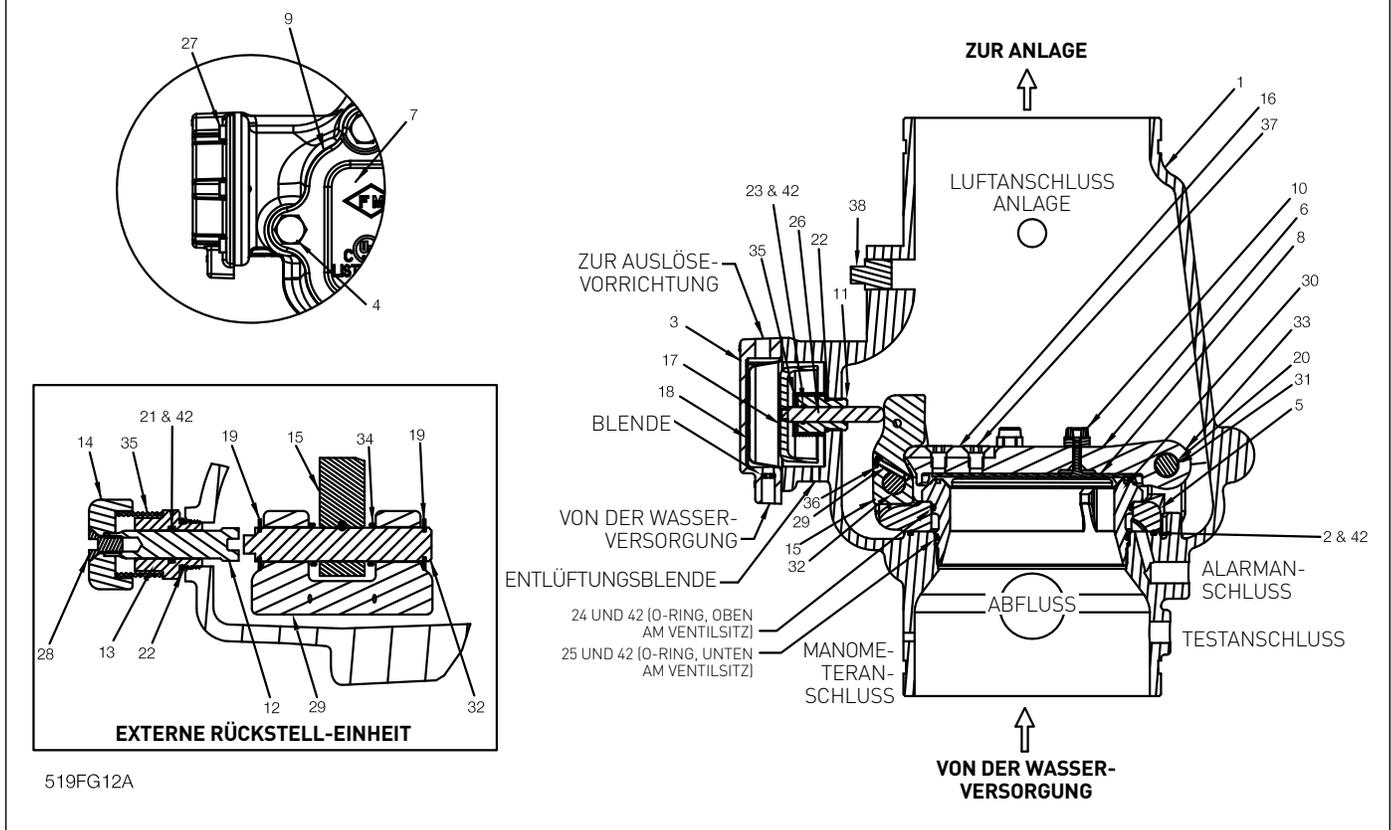

Abb. 7
9. Wiederausammenbau: die Bohrungen am Ventilgehäuse reinigen. Die Bohrungen mit O-Ring-Fett behandeln. Die O-Ringe fetten und am Ventilsitz anbringen. O-Ring des Montagerings fetten und ins Gehäuse einsetzen. (Nur bei Ventilgröße 8" (200 mm)). Die Gruppe Ventildeckelklappe/Montagering durch die Luke ins Sprühflutventil einsetzen, wobei darauf zu achten ist, dass der O-Ring des Montagerings nicht verrutscht oder beschädigt wird. (Nur bei Ventilgröße 8" (200 mm)). Den Montagering so ausrichten, dass der Hebel sich am Stößel befindet, und sich die „Ohren“ des Montagerings zwischen den Ausbuchtungen am Ventilgehäuse befinden. Den Ventilsitz in das Ventilgehäuse und durch die Gruppe Ventildeckelklappe-Montagering einsetzen. Den Ventilsitz von Hand in den Körper einschrauben und dann mit dem Ventilsitzschlüssel festziehen, bis er über den Montagering herausragt. Sicherstellen, dass die Gruppe Ventilsitz-Ventildeckelklappe-Montagering sich in vollständig geöffneter Position zwischen den Ausbuchtungen des Gehäuses befindet und dass der Hebel mit dem Stößel ausgerichtet ist. Montieren Sie den Deckel der Luke (Abb. 7, Nr. 7) wieder, und konfigurieren Sie das Sprühflutventil Modell DDX Typ F gemäß Abschnitt „Doppelt verriegelte vorgesteuerte Anlagen für Modell DDX zurücksetzen“.
Sprühflutventile Modell DDX (Konfiguration mit Einschraub-sitz) – Teilleiste (siehe Abb. 7)
Sprühflutventile Modell DDX (Konfiguration mit Einschraubstift) – Teileliste (siehe Abb. 7)